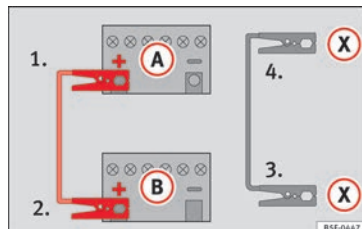

Fig. 77 Schéma de branchement pour les véhicules équipés du système Start-Stop.
- *Sur les véhicules avec système Start-Stop* : raccordez une extrémité du câble d'urgence *noir* (X) à une borne de mise à la terre appropriée, à une pièce métallique massive vissée au bloc-moteur, ou au bloc-moteur lui-même » fig. 77.
5. Branchez l'autre extrémité du câble de démarrage *noir* (X), dans le véhicule avec la batterie déchargée à une pièce en métal massif vissée au carter-moteur ou directement au carter-moteur mais le plus loin possible de la batterie (A).